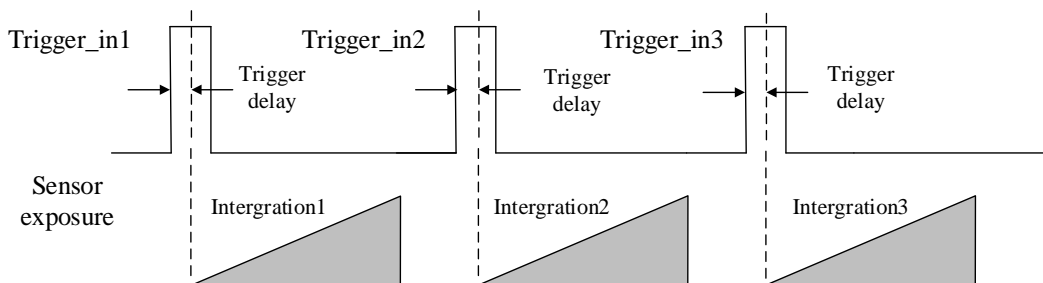

图4-42 信号延迟原理
3. 根据实际需求设置触发延迟时间，单位为 μs 。默认为 0，即接收输入信号后立即触发设备采图。关于触发延迟的原理，如图 4-42 所示。